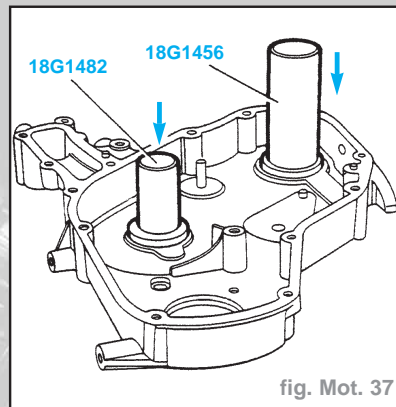

fig. Mot. 37
- L'arrière du joint se trouver en retrait de la face intérieure du couvercle **0,5 mm** environ (Fig. Mot. 37).
- De même, lubrifier et enfoncer un joint d'huile d'arbre à cames neuf à l'aide de l'outil spécial **18G1482**, en commençant par le côté lèvres. Le joint doit se trouver en retrait de la face intérieure du couvercle de **1,0 mm** environ (Fig. Mot. 37).